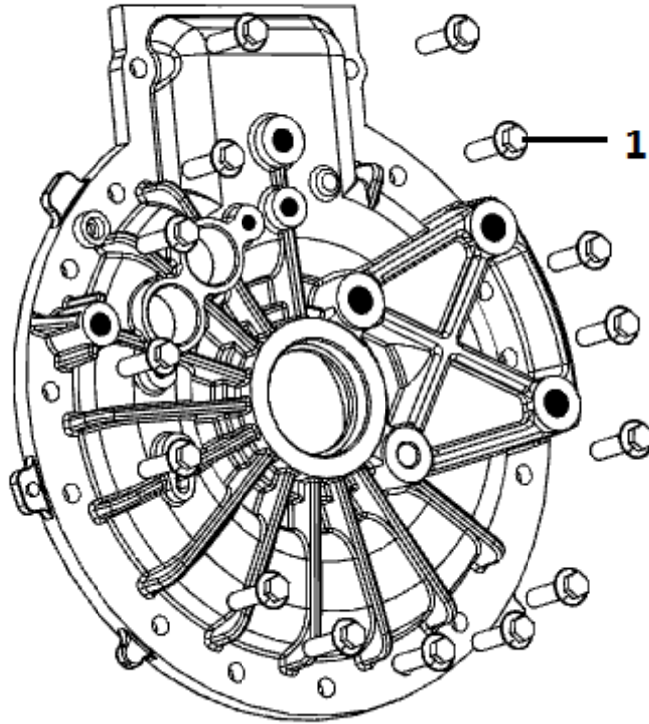

图5
①用扳手将法兰面螺栓扭下。
②用专用工具将端盖从壳体上取下来。由于之前装端盖时在接合面处涂抹了密封胶，在端盖拆下后要对电机内部进行清洁，不得让异物掉入电机内部。
③对电机内部进行维修完毕后，要对端盖进行安装。安装端盖时：先在箱体接合面处涂抹上密封胶，利用定位销对端盖与箱体进行定位，然后用扭力扳手将M8\*20法兰面螺栓（1）扭紧，力矩25N。（见图5）